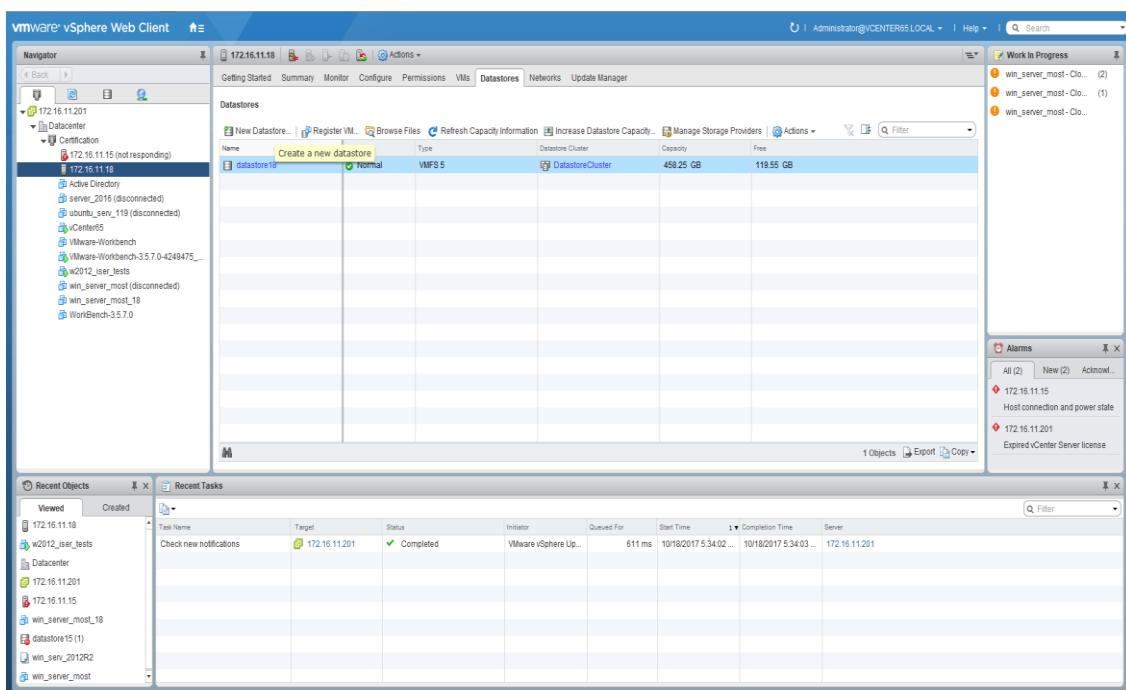

Рисунок 107. ESXi Datastore
3. Нажать на кнопку «New Datastore» (см. Рисунок 107).